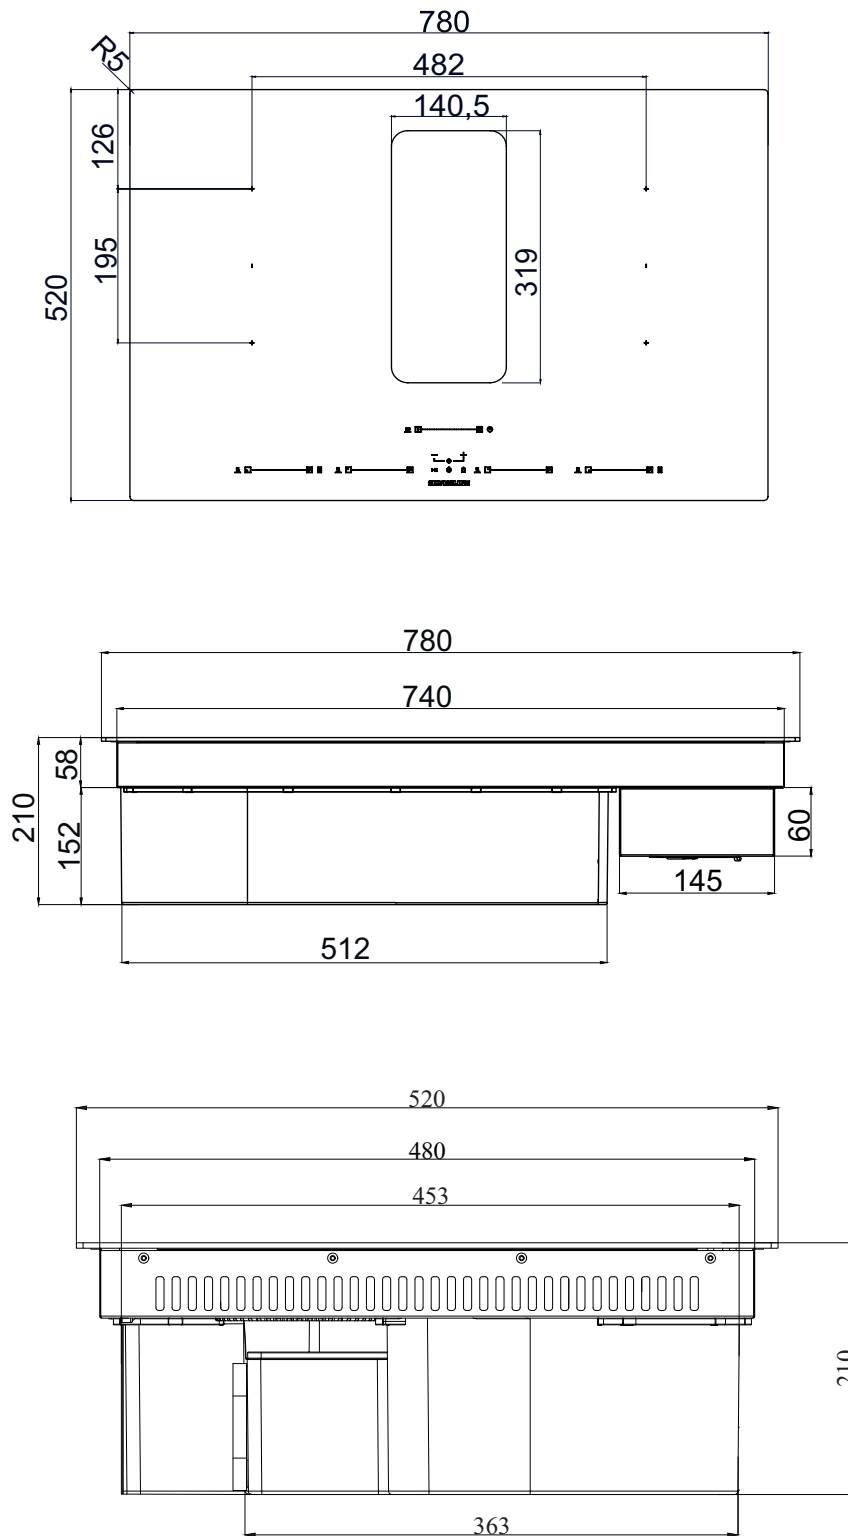

Abb. 10: FLOW-IN Pro X von oben / vorne / von der Seite
- Maße in der Darstellung Abb. 10 sind in mm angegeben.